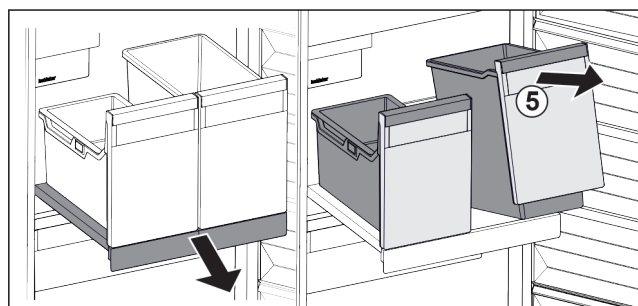

Fig. 139
- Sollevare il contenitore Fig. 139 (5) dal lato anteriore.